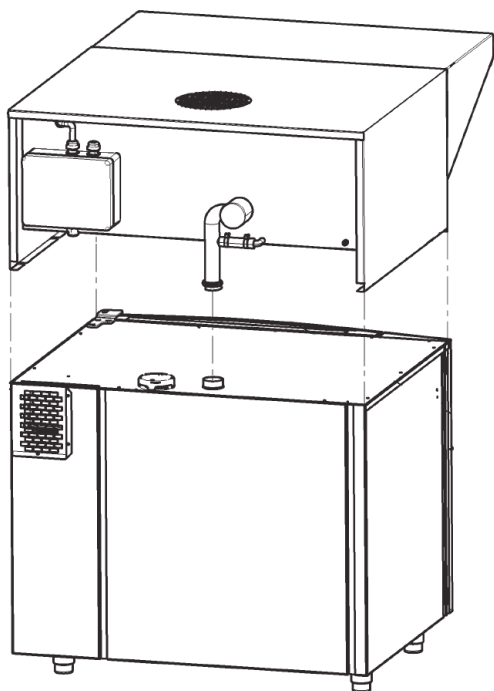

Рисунок 2: Установка трубки в дымоход для зонта 0611
- Поместите зонт 0610 на устройство, обратите внимание на правильность подключения входа зонта (трубка на задней панели) к дымоходу устройства (рис. 2). Существенный вес зонта потребует достаточное для этого количество людей.
Рисунок 2а: Расположение удлинителя капота 0610 на газовом приборе 0611